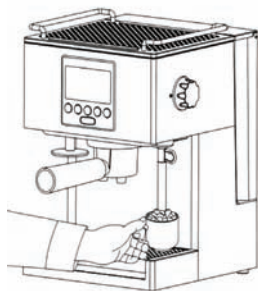

Рис. 8
- 15.7. Теперь размести сопло пара (11) в кувшине с молоком так, (Рис. 8), чтобы сопло находилось приблизительно 1/2 см ниже, чем поверхность молока и активируй спуск пара снова вращая регулятор пара (13) в позицию  | , это значит перевернуть его в противоположную сторону от часовой стрелки так, чтобы символ  |  совпал с обозначением на корпусе устройства.
- Сразу же закрой пар, когда молоко будет подогрето до уровня 60–65°C, вращая регулятор пара (13) в позицию **OFF**, это значит повернуть его в сторону по часовой стрелке так, чтобы символ **OFF** совпал с указателем на корпусе кофеварки.
- Удали кувшин. Сразу же протри сопло пара (11) и её наконечник при помощи чистой, влажной салфетки и сполосни маленьким количеством пара поступая аналогично, как в случае перед взбиванием молока.